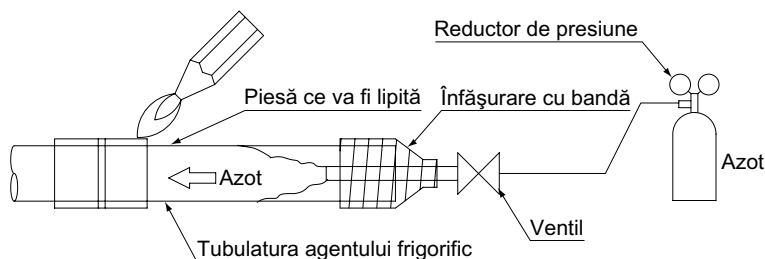

Fig. 5
- La lipirea tubulaturii agentului frigorific, începeți lucrul după dezlocuirea cu azot (*1) sau efectuați lipirea în timp ce azotul curge prin tubulatura agentului frigorific (*2) (**consultați fig. 5**), iar la sfârșit efectuați racordurile cu evazare sau flanșă ale unității interioare și unității BS.